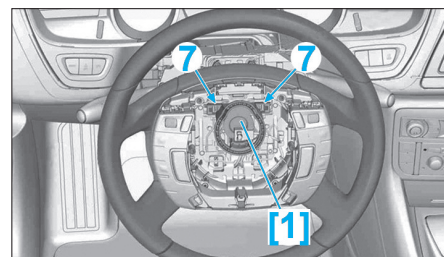

Fig. 4
- Immobiliser le volant de direction à l'aide de l'outil [1] (Fig.4).